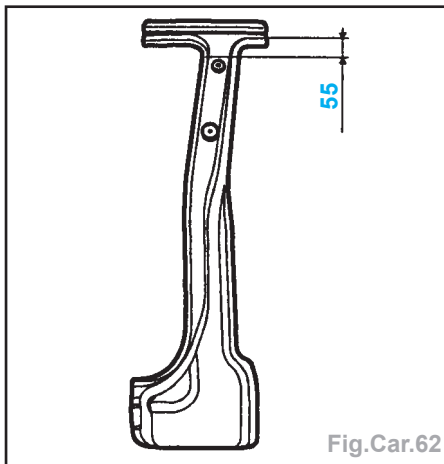

Fig. Car.62
- Tracer puis découper à l'aide d'une meule épaisseur 1 mm (coupe définitive) (Fig. Car.62).